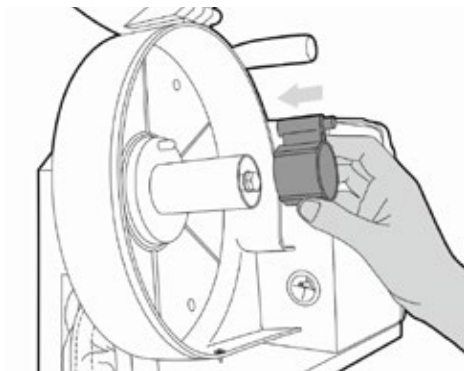

Рис. 8.4.4. Установка адаптера.
1. Установите адаптер для катушки, совместите отверстие адаптера и фиксатор катушки (См. рис. 8.4.4).